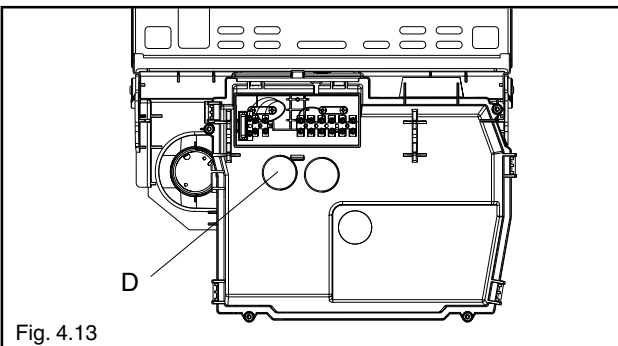

Fig. 4.13
- togliere il tappo (D) tirandolo verso di sé (fig. 4.13)
- riposizionare il tappo (D) (fig. 4.13)